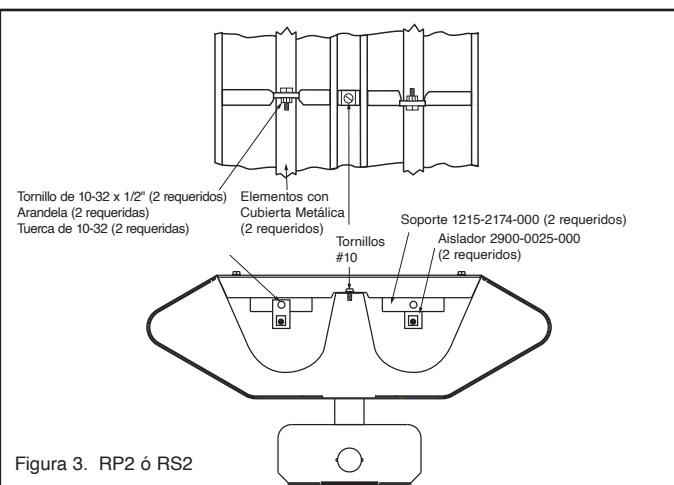

Figura 3. RP2 ó RS2
Con un (1) elemento sujetado al terminal, deslice el aislador sobre el elemento con cubierta metálica y sujete el extremo opuesto del elemento. Complete el ensamblaje según se muestra en la Figura 3, utilizando el soporte con un (1) orificio de montaje. Deseche los herrajes adicionales y el soporte con dos orificios de montaje. Coloque nuevamente las cubiertas de los terminales.